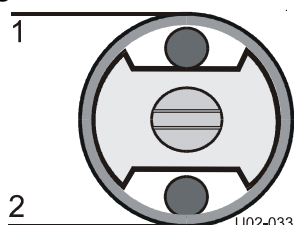

Figura 16: Posizione asse autobloccante.
2. Posizionare la bobina vuota sull'asse, tenendo quest'ultimo come nella Figura 16
3. Inserire l'asse nel cilindro della bobina di pellicola, tenendo l'asse autobloccante come nella Figura 16.